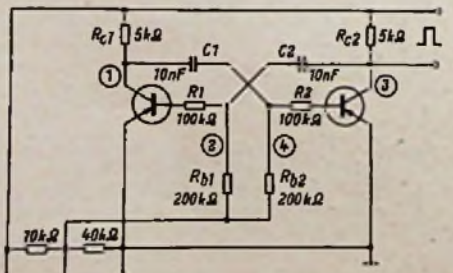

Bild 8. Multivibratorschaltung mit zwei Transistoren
Bild 8 zeigt die einfache Schaltung. Sie gehört eigentlich in das Kapitel „der Transistor als Schalter“, da die Transistoren (theoretisch unendlich rasch) zwischen zwei Schaltzuständen wechseln.
Die Arbeitsweise der Schaltung Bild 8 ist die folgende. Zunächst möchte man annehmen, daß beide Transistoren sich im leitenden Zustand befinden werden, da jeweils ihre Basis negativ vorgespannt ist und daher die Kollektorströme fließen können. Dieser Zustand ist jedoch nicht stabil. Wächst z. B. aus irgend einer Ursache der Kollektorstrom des linken Transistors ein wenig, so ändert sich das Potential an (1) zu positiven Werten hin, über den Kondensator C_1 aber auch das Potential an (4). Damit nimmt der Basis-, zugleich auch der Kollektorstrom des rechten Transistors zu. Nun wird aber das Potential an (3) sowie an (2) negativer, so daß der Strom über den linken Transistor weiter wächst, der rechte Transistor dagegen ins Sperrgebiet getrieben wird. Dieser Vorgang verläuft sehr rasch. Die Kondensatorladungen fließen nun über Widerstände und Transistoren ab, wobei der rechte, gesperrte Transistor ins leitende Gebiet gerät, also einen anwachsenden Kollektorstrom erhält, der wie besprochen das rasche Umschalten beider Transistoren einleitet. An den Punkten (1) und (3) erscheinen wechselseitig Rechteckimpulse, deren Folgefrequenz wesentlich von der Größe des Kondensators C_1 bzw. C_2 bestimmt wird.